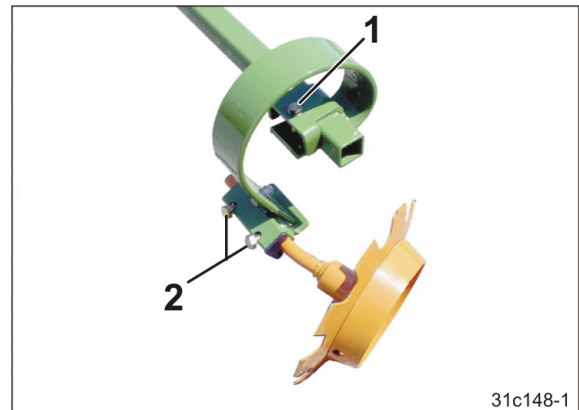

Fig. 169
5. Schraube (Fig. 169/1) lösen.
7. Schraube (Fig. 169/1) fest anziehen.
8. Beide Schrauben (Fig. 169/2) lösen.
10. Schrauben (Fig. 169/2) fest anziehen.